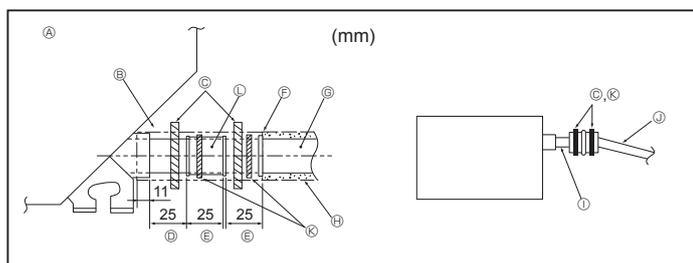

Fig. 3-2
- ① Tube en PVC, O.D. ø38 pour la mise en place groupée des tuyaux. (isolant de 9 mm ou plus)
1. Raccorder la prise d'écoulement (fourni avec l'appareil) au port de drainage. (Fig. 3-2) (Apposer le tube à l'aide de ruban adhésif en PVC puis le fixer avec une sangle.)